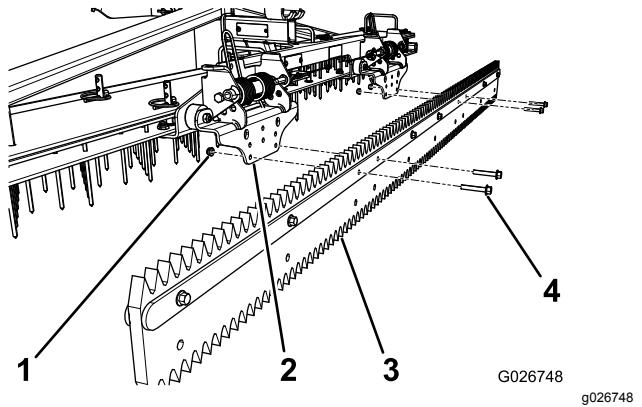

図 9
1. 図 9 のようにねじ4本とナットを取り外す。
2. グルーマの穴を、スプリングブラケット・アセンブリの下穴に合わせる図 9。
3. 先ほど外した4本のねじとナットを使って、グルーマをスプリングブラケット・アセンブリに固定する図 9。